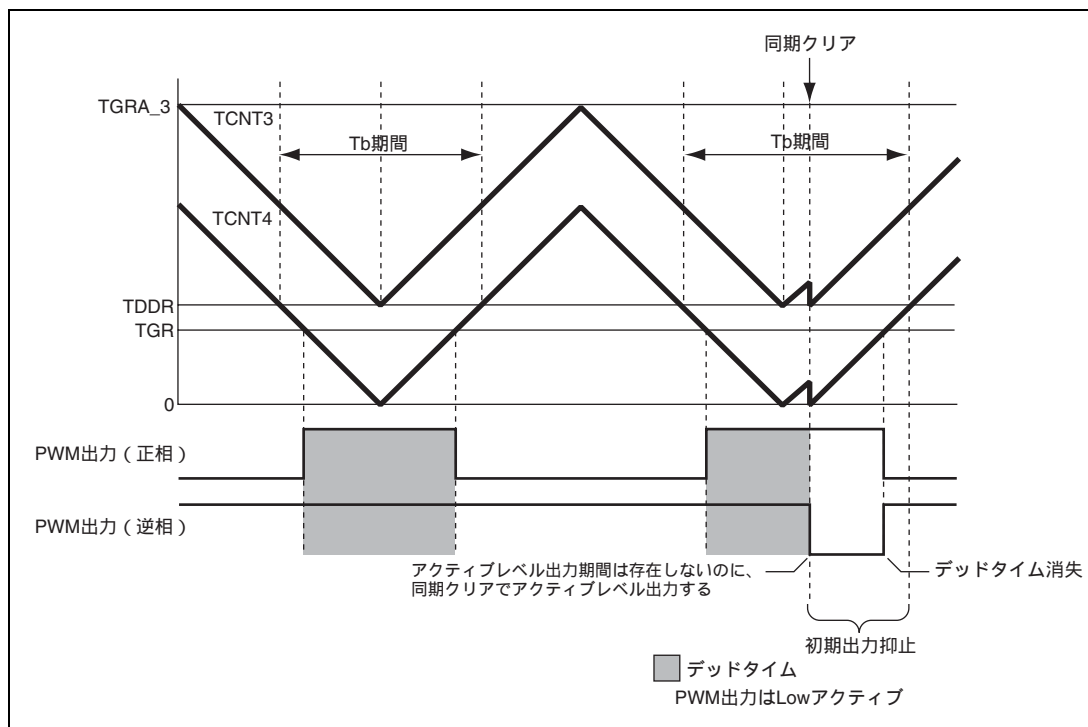

図 12.114 条件 (2) の同期クリア例
条件 (2) 初期出力の抑止期間 、 にて、TGRB_3 TDDR、TGRA_4 TDDR、TGRB_4 TDDR のいずれかが成立する状態で、同期クリアする (図 12.114)。